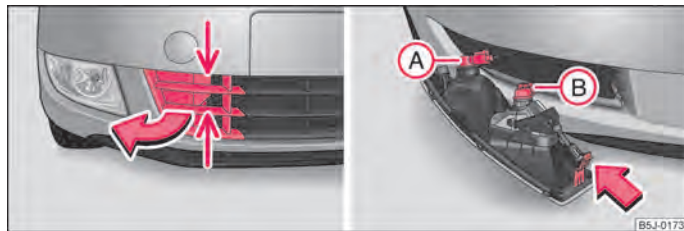

Fig. 161 Paragolpes delantero: Rejilla protectora/desmontaje del faro antiniebla
- Coger la rejilla por los puntos indicados por unas flechas ⇒ fig. 161 - lado izquierdo y sacarla.
- Meter la mano en la apertura, en la que se encuentra la rejilla y hacer presión contra la trampilla elástica ⇒ fig. 161 - lado derecho.
- Girar el conector (A) con la bombilla de la luz de marcha diurna o el conector (B) con la bombilla del faro antiniebla hasta el tope hacia la izquierda y retirarlo.